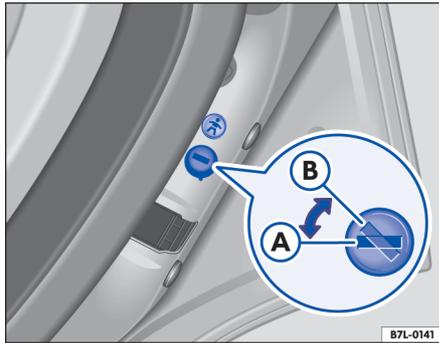
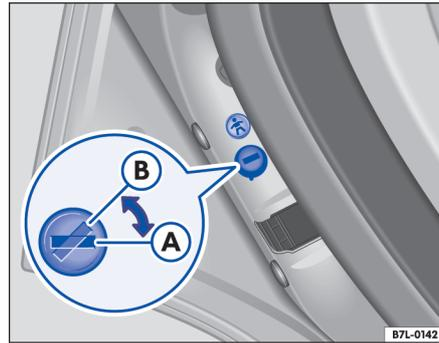

Fig. 21 Seguro para niños de la puerta derecha: A – desactivado, B – activado
Fig. 22 Seguro para niños de la puerta izquierda: A – desactivado, B – activado
- Con la puerta abierta, gire la ranura con una llave a la posición ⇒ fig. 21 o bien ⇒ fig. 22 (B).